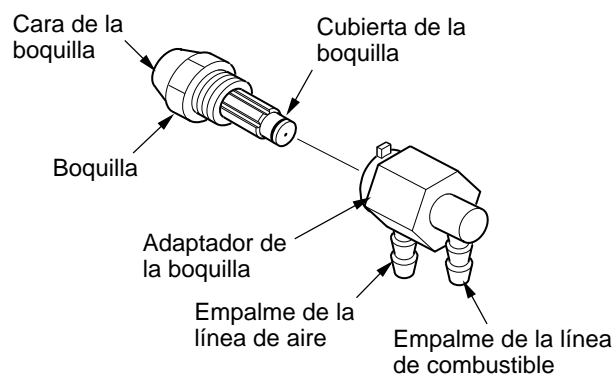

Figura 24 - Boquilla y adaptador de la boquilla
6. Desmonte cuidadosamente la boquilla del adaptador de la boquilla utilizando una llave tubular de 5/8 pulgadas (consulte la figura 24).
9. Vuelva a colocar la boquilla en el adaptador hasta que la boquilla se asiente. Apriete 1/3 de vuelta más usando una llave tubular de 5/8 pulgadas de 4,5 a 5,1 N-m (40 a 45 pulg-lb). Consulte la figura 24.